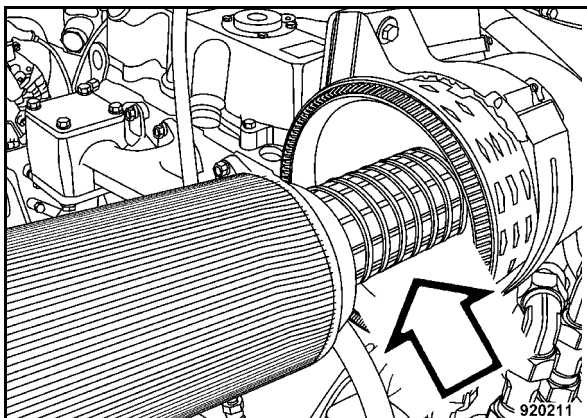

Fig. 145
- Estrarre l'elemento di sicurezza (Fig. 145) eseguendo leggeri moti rotativi.